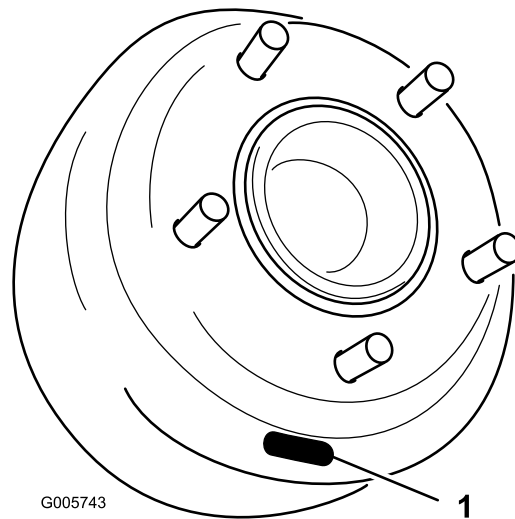
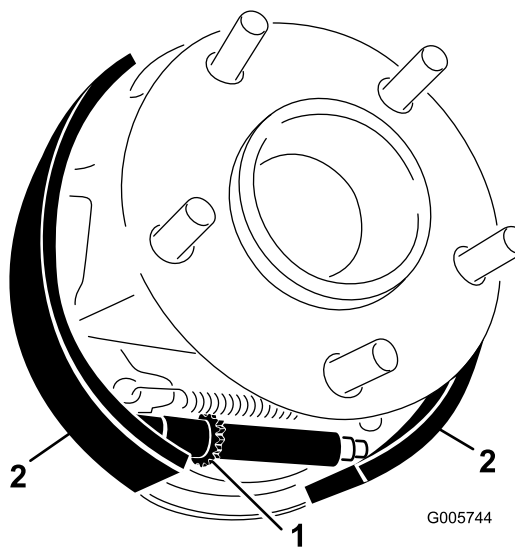

Bild 63
Bild 64
5. Nehmen Sie die Radmuttern ab und schieben Sie Rad und Reifen von den Zapfen. Drehen Sie die Bremstrommel, bis der Einstellungsschlitz unten und mittig über der Sternmutter liegt, mit der die Bremsschuhe eingestellt werden (Bild 63).
6. Drehen Sie die Sternmutter (Bild 63) mit einem Bremsstellwerkzeug oder einem Schraubenzieher nach unten, bis die Bremstrommel (Bild 64) aufgrund des Drucks der Bremsschuhe (Bild 64) nach außen einrastet.